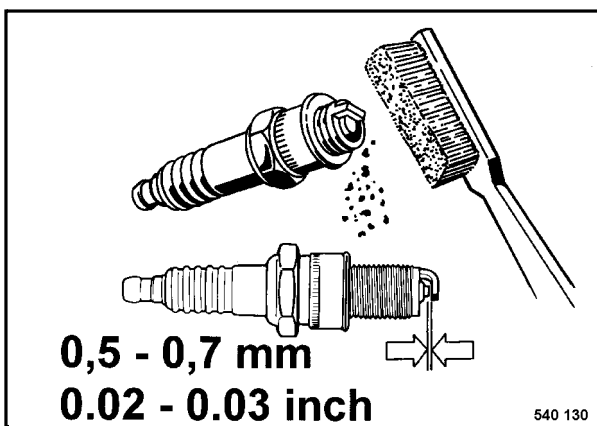

Fig. 3
- Desenroscar la bujía, comprobarla visualmente, y limpiarla si fuese necesario (Fig. 3).